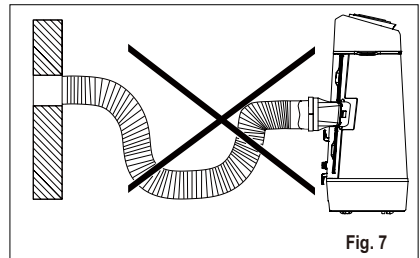

Fig. 7
- i** Slangen kan forlænges fra sin oprindelige længde på 38 cm og op til 150 cm, men det er bedst at holde længden så kort som mulig. Sørg desuden for, at slangen ikke bøjes kraftigt eller hænger i en bue. (fig. 7)